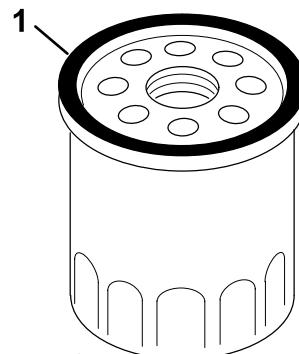

Figura 26
7. Utilice el dedo para cubrir de aceite la junta del filtro nuevo con aceite de motor Exmark 4-Cycle Premium nuevo (ver Figura 26).